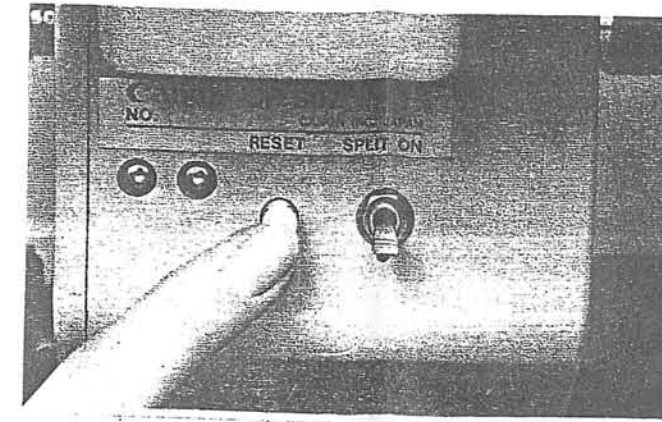

Fig. 34
3. Press the 0 (zero) reset button (Fig. 34)